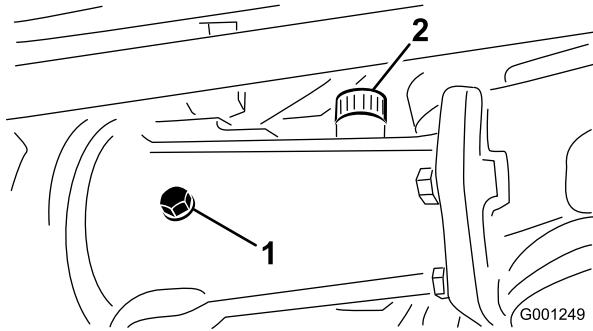
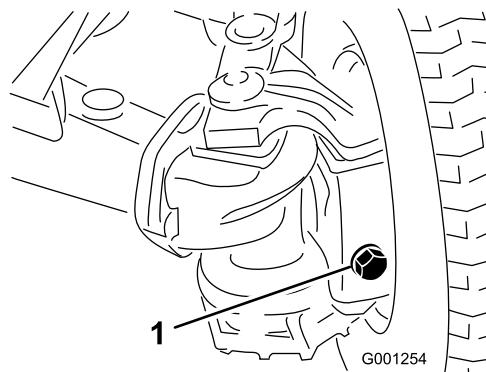

Figura 27
Figura 28
2. Retire os tampões de verificação do eixo e certifique-se de que o lubrificante atinge a parte inferior de cada orifício. Se o nível estiver baixo, retire os tampões de enchimento e adicione lubrificante suficiente para atingir a parte inferior dos orifícios do tampão de verificação (Figura 27 e Figura 28).